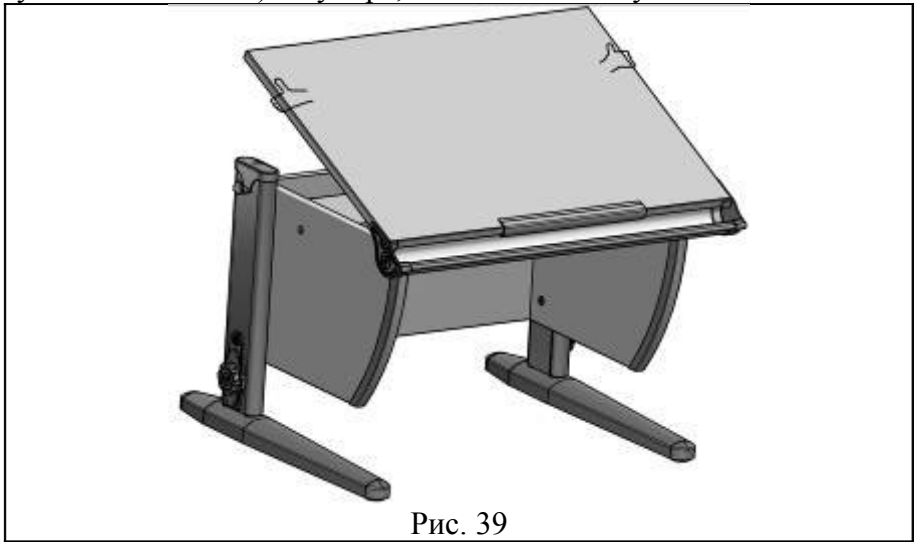

Рис. 39
- 6.5.1. Приподнять столешницу (держась за дальний левый или правый угол столешницы) на нужный угол наклона. (См. рис. 39)